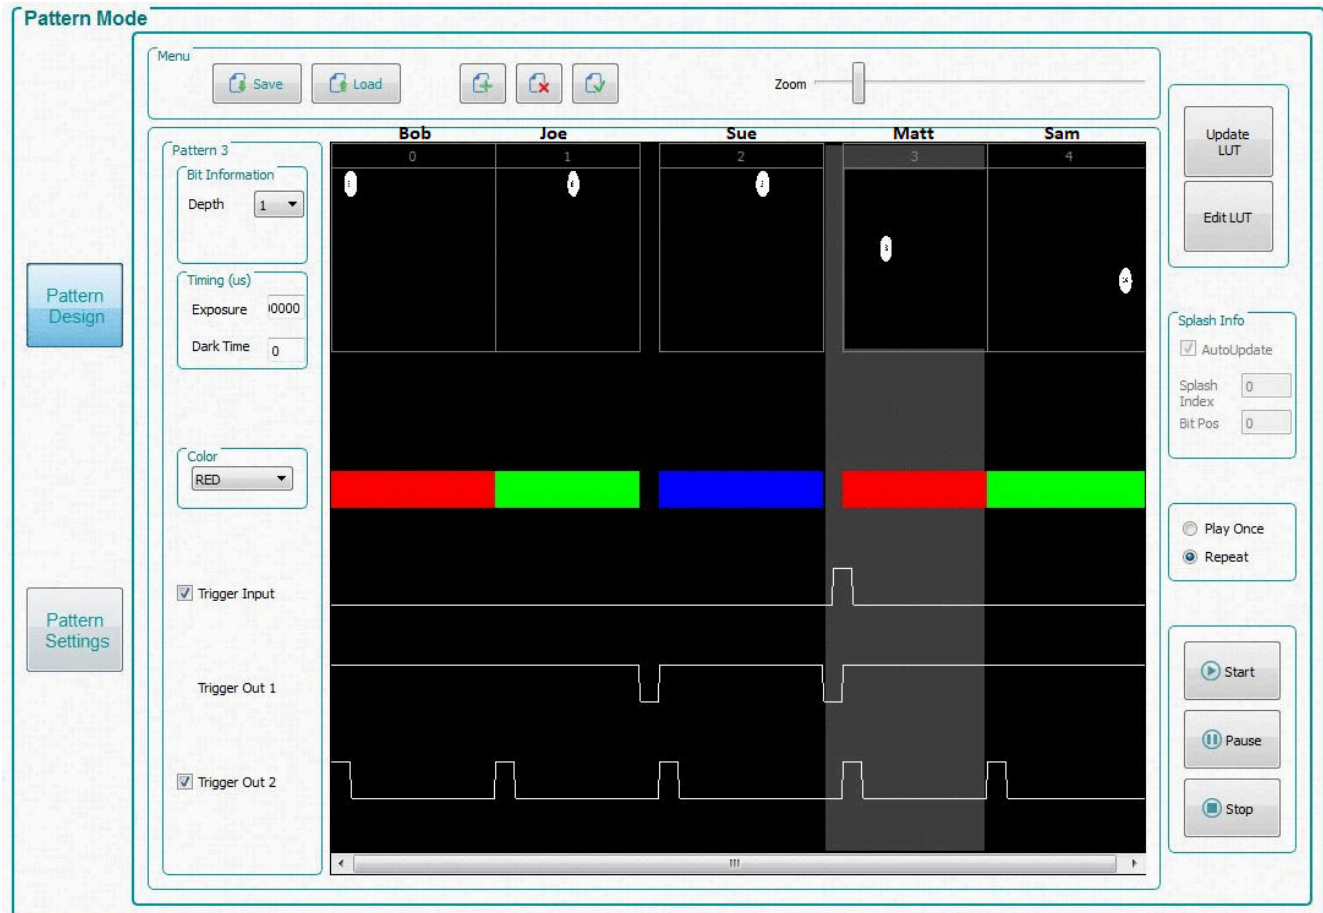
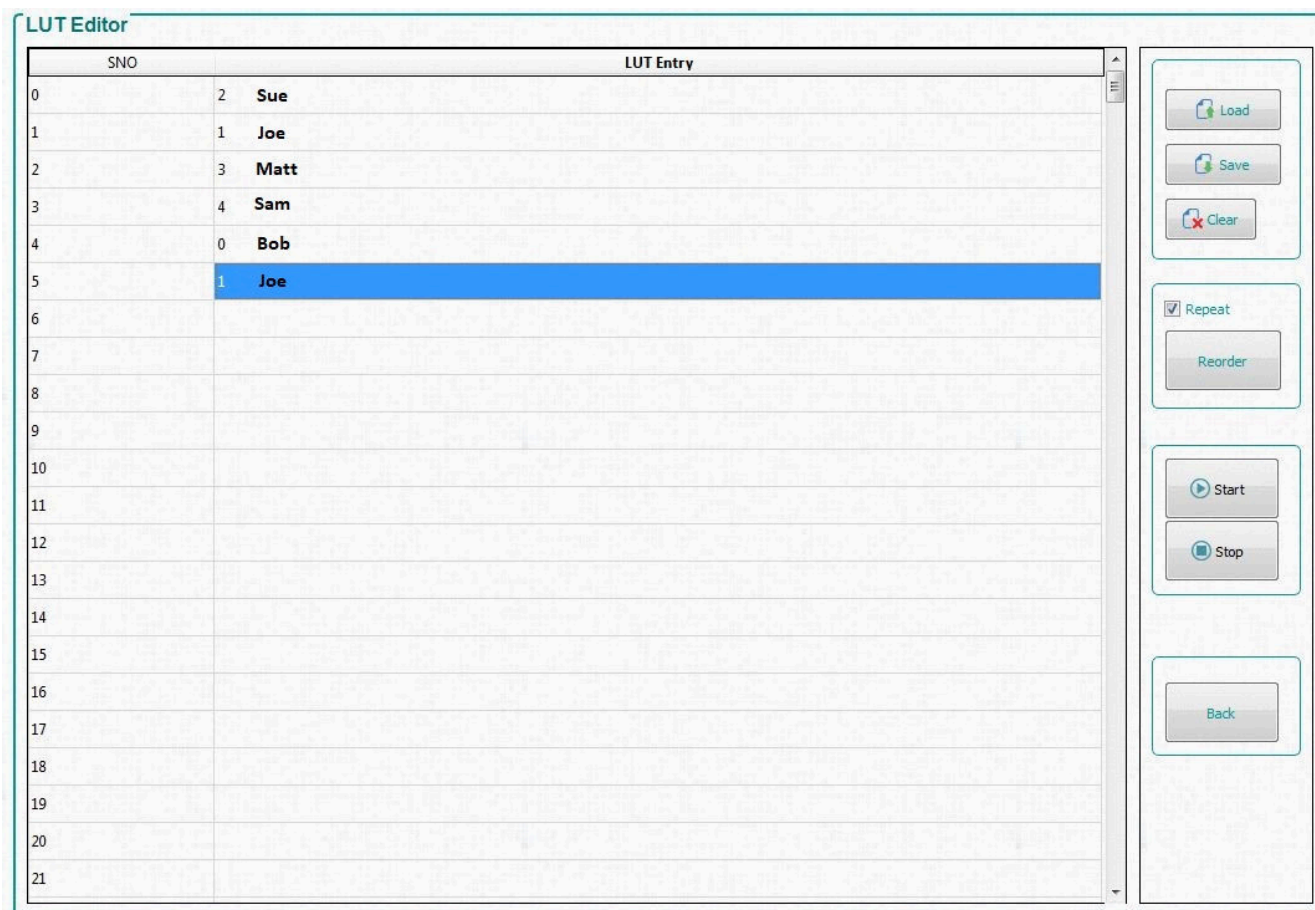
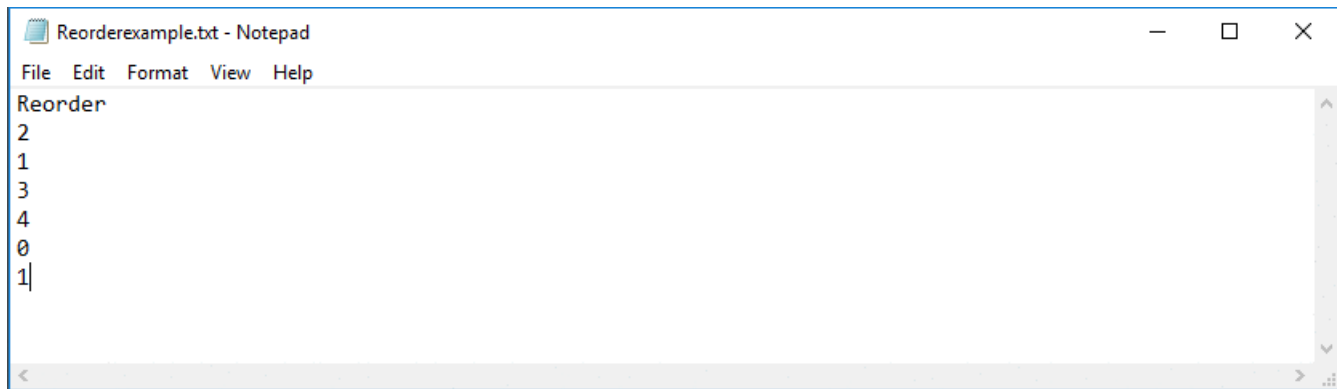

图 3-11. 图案设计示例
图 3-12. LUT 编辑器面板
图 3-13. 重新排序示例
LUT Editor 面板如图 3-12 所示，其中标有“SNO”（即序列号）的列代表根据图 3-11 中所示的图案设计选项卡中设置的顺序（点击更新 GUI 后）的图案显示时序编号。然后，用户可以通过手动将所选择的图案编号输入到“LUT entry”列中的一行内或加载以“Reorder”为开头且后跟所需图案时序数值的文本文件，从而对这些图案重新排序，如图 3-13 所示。
- 按照类似于节 3.6.2 的步骤，在 *Pattern On-The-Fly-Mode* 下加载五个图形，如图 3-11 所示。
- 点击 *Edit LUT* 按钮以打开 *LUT Editor* 面板，如图 3-12 所示。此面板最初打开时，“LUT Entry”列为空。
- 要对这些图案重新排序，请在“LUT Entry”第 1 行输入“2”，然后依次输入“1”“3”“4”“0”和“1”，如图 3-13 所示。
- 浏览到保存文本文件的位置，然后在文本编辑器程序中打开文件，如图 3-13 所示。
使用 GUI 界面时，每个图形都附带几项信息，对应于在原始 LUT 顺序中插入的时隙。因此，将图案重新排序到 LUT 中的不同时隙时，它会保留其原来分配的位信息、时间（曝光和暗时间）、LED 颜色和触发信息，而不是位于 LUT 中重新分配的时隙中的信息。例如，如果图形 3 包含一个用于开始用户执行的触发器输入（如图 3-11 所示），并被重新排序到间隙 2（如图 3-12 所示），则触发器输入现在位于 LUT 中的间隙 3 而不是间隙 0。
通过对图案命令（如上 图 3-11 所示的图案），并按棒球比赛中的击球顺序进行处理，有助于理解 **Edit LUT** 特性。这样就更容易理解“SNO”列（新的击球顺序）中的时隙序号与插入“LUT Entry”列（击球者）中的图案之间的区别。例如，Bob 保留了击球统计数据，这些数据与他的击球位置（也就是位信息、时间、颜色、触发器）无关，如果他原来是第一棒（图 3-11 中的间隙 0），但在新的击球顺序中被移到第五棒（在图 3-12 中为重新排序后的 LUT 条目 4），他会保留他所有的属性。唯一的区别是，在他前面的四个击球者（图案）（Sue、Joe、Matt 和 Sam）击球之前，他不会击球（即不会显示）。另请注意，在我们的示例中，Joe 按新的击球顺序击球了两次（SNO 2 和 5）。只有一个 Joe，在新的击球顺序中击球了两次。同样，原图案列表中的图案可以在重新排序后的显示器 LUT 中多次显示，而无需在 DLPC900 存储器中添加或删除任何图案。因此，系统内存只有在使用 **Update LUT** 功能时会发生变化，而在使用 **Edit LUT**（重新排序）功能时不会发生变化，如图 3-11 所示。